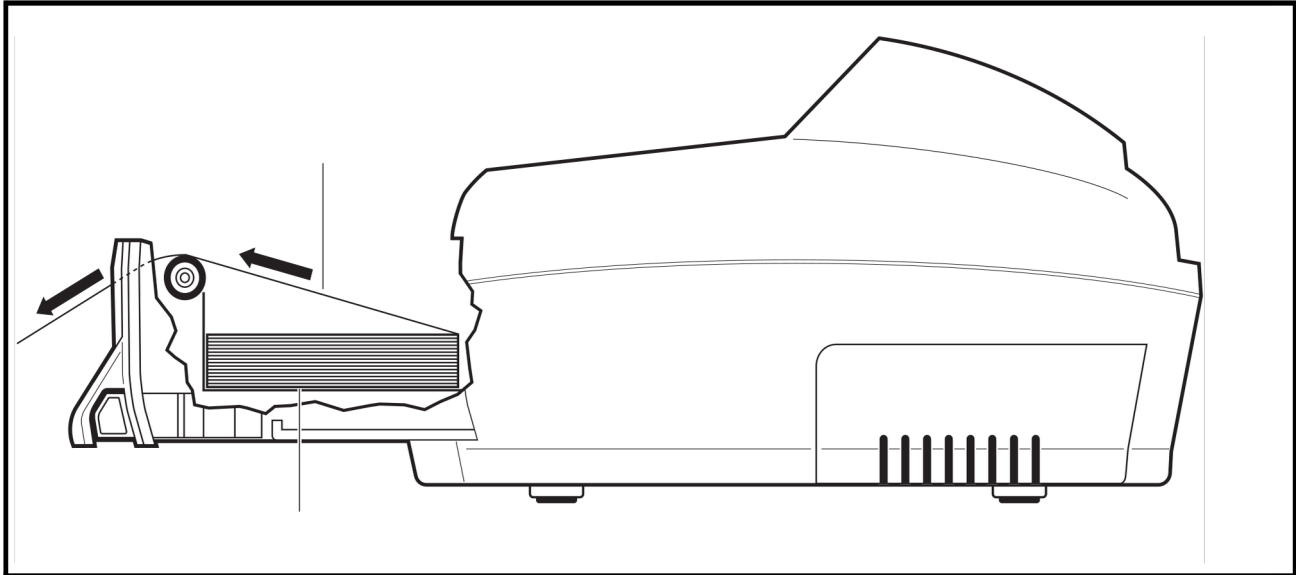
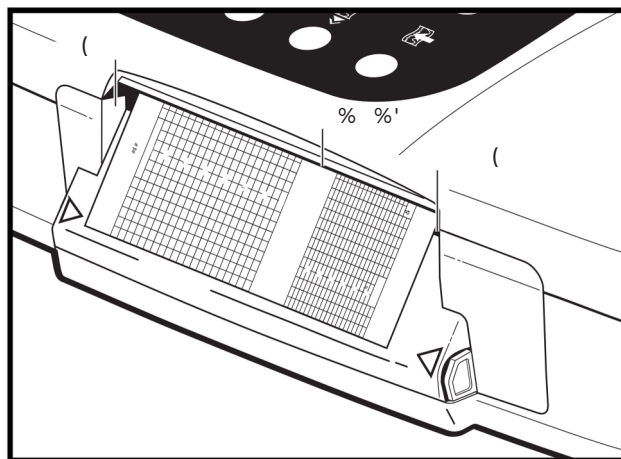

Abbildung 4-7. Schnittzeichnung durch die Papierführung
Abbildung 4-8. Schließen der Papierschublade
- ^ Ziehen Sie das Papier straff in einem Winkel zwischen dem eingelegten Papierpaket und der Papierführung. Die Oberseite des Papierpaketes muß flach in der Schublade liegen, wie aus der Abbildung 4-7 ersichtlich. (Die Papierführungen sind in der Abbildung 4-8 zu erkennen).